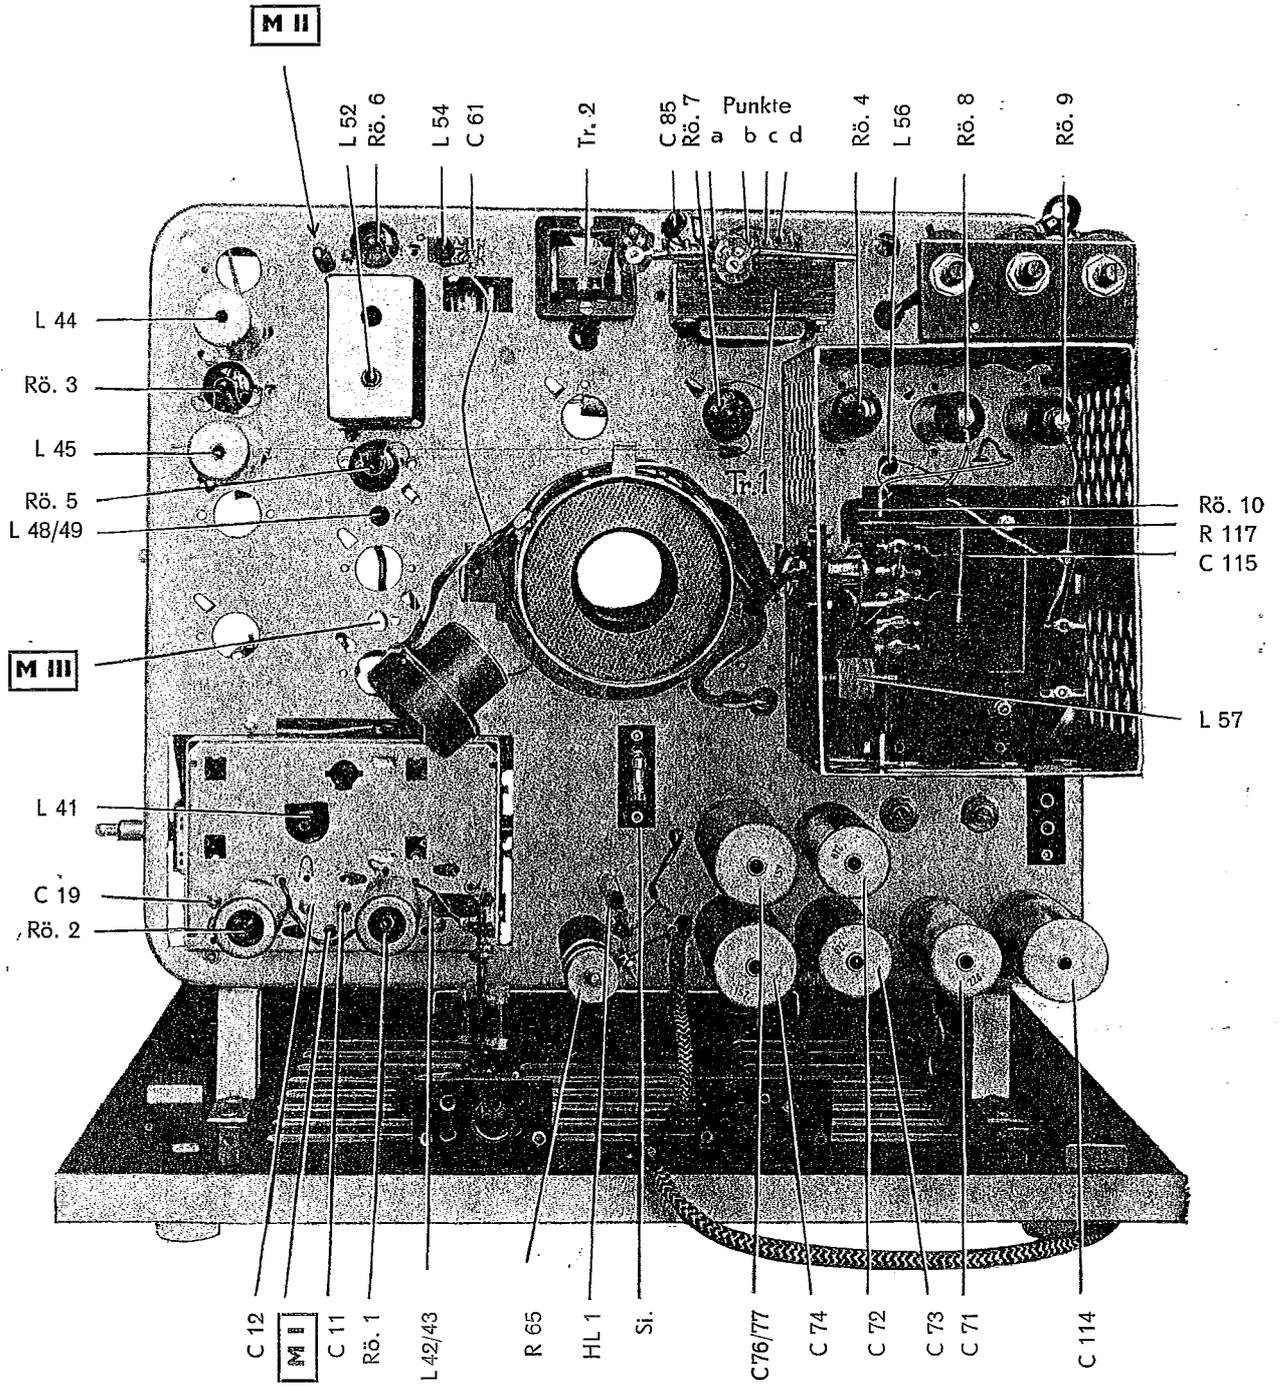

Abb. 4
Aufgrund der Konstruktion des Fernsehempfängers „Weißensee“ ist es möglich, die 30-cm-Bildröhre gegen eine 43-cm-Bildröhre auszutauschen. Soll die 30-cm-Bildröhre gegen eine 43-cm-Bildröhre ausgetauscht werden, so muß nach dem Wechseln der Bildbreitschalter in Mittelstellung gebracht und die Bildbreite mit Spule L 57 korrigiert werden. Der Zwischensockel der 30-cm-Bildröhre muß entfernt, der Röhrenbock muß nach dem Lösen der Schrauben umgekehrt werden. Das Spannband muß jetzt auch an der anderen Seite oben am 43-cm-Röhrenbock befestigt werden, außerdem muß der Hochspannungsanschluß am Kanal ausgetauscht bzw. mit dem Adapter für die 43-cm-Bildröhre versehen werden. Der am Zeilentrafo vorhandene Kondensator C 115 (100 pf) muß auch an der anderen Seite angelötet werden (siehe Abb. 4).
- a) Ein hochohmiges Meßinstrument mit Zeiger Mittelstellung an Punkt a und b (s. Stromlaufplan, Abbildung 4 und Skizze 1) anschließen.
- b) Schwungradkreis (Punkt c und d) kurzschließen (s. Stromlaufplan, Abbildung 4 und Skizze 1)